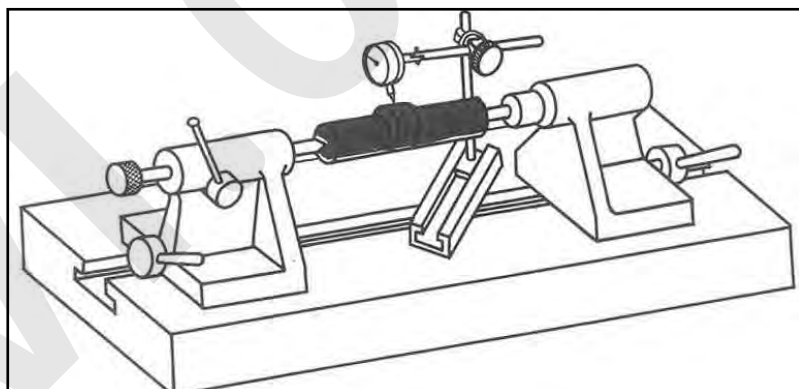

Figura 20 – Verifica dell'eccentricità del pezzo.
3. Se necessario, verificare **l'eccentricità del pezzo** utilizzando un comparatore e facendo ruotare lentamente il pezzo (a mano) dopo averlo fissato tra le punte (vedere la Figura 20).